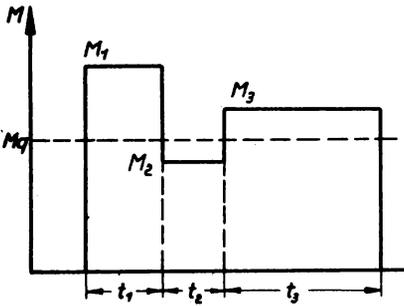

Bild 11
ist. Bei allen Nebenschlußmotoren ist der Fluß  $\Phi$  nahezu unabhängig von der Belastung, so daß das Drehmoment mit ausreichender Genauigkeit proportional dem Strom ist. Setzt man daher an Stelle der Ströme in Gleichung (2) die Momente ein, so ergibt sich das mittlere quadratische Drehmoment (Bild 11).